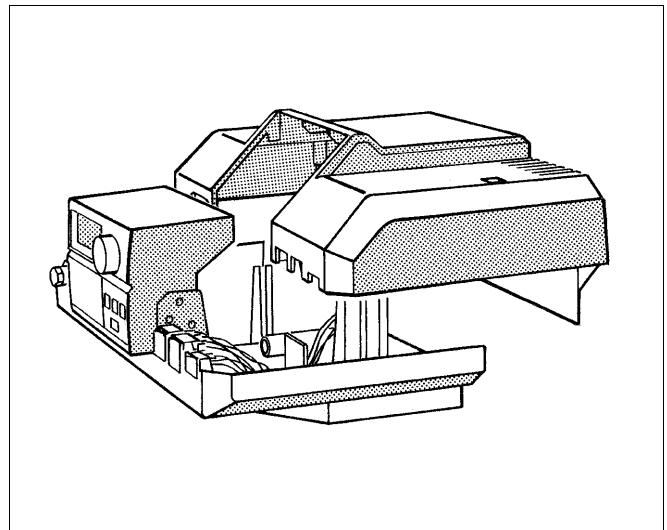

Abb. 20 Regelsystem 2000 montieren
- Haube aufsetzen und Regelgerät festschrauben (Abb. 20).